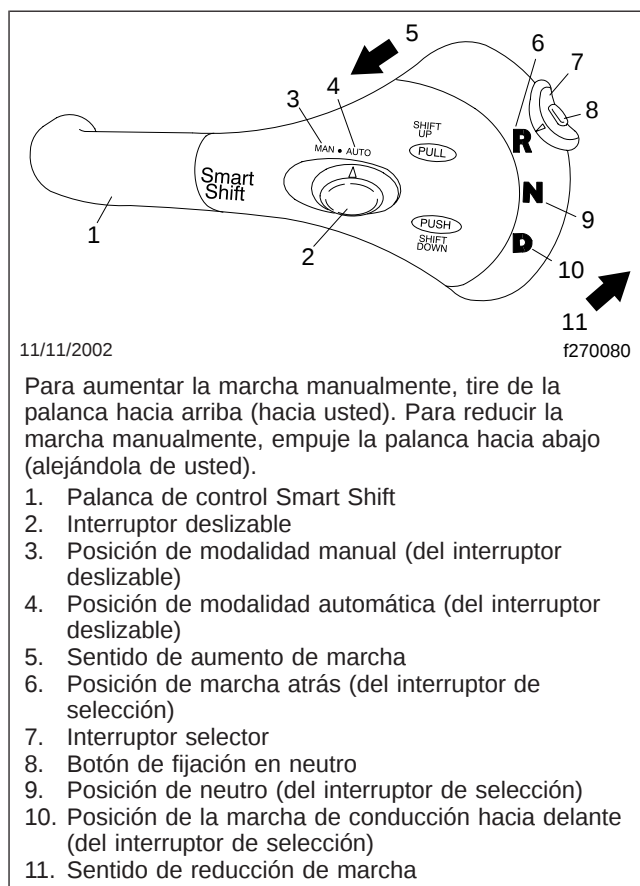

Figura 8.2, Palanca de control SmartShift de tres posiciones (con transmisión FreedomLine)
palanca. Para la transmisión FreedomLine, hay un interruptor selector de tres posiciones (R, N, D) (Figura 8.2) ubicado en el extremo de la palanca.
1. Con los frenos de estacionamiento puestos y/o el pedal de los frenos presionado, seleccione neutro (N) presionando la liberación de seguridad y moviendo el interruptor selector a la posición central. Vea la **Figura 8.2**.
3. Con la presión de aire ya acumulada, seleccione la marcha de conducción hacia delante (D) presionando la liberación de seguridad y moviendo el interruptor selector hacia abajo, a la posición debajo de neutro. Suelte el freno de estacionamiento y/o el pedal.